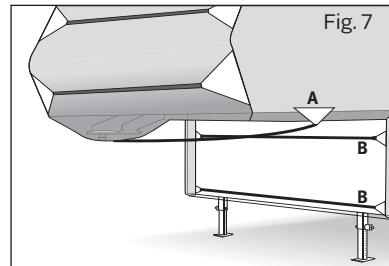

Fig. 7
If your Toy Hauler is a trailer type skip to step 5. If your Toy Hauler is a 5th wheel type, Unzip the second zipper from the front up to the bottom of the overhang on both sides. Buckle a strap to the upper tension panel (Fig. 7) (A) on the side of the overhang and bring it across to the other side and buckle. Repeat with the lower tension panels (Fig. 7) (B).
Si votre VR utilitaire sport est une remorque, passez directement à l'étape 5. Si votre VR utilitaire sport est une caravane à sellette, des deux côtés du véhicule, ouvrez la deuxième fermeture à glissière (à compter de l'avant) jusqu'au dessous de l'étage de la caravane qui fait saillie. Fixez une sangle au rabat de tension supérieur (voir Fig. 7) (A) situé sur le côté de l'étage de la caravane, et faites la passer jusqu'à l'autre côté du véhicule et accrochez-la. Répétez l'opération avec les rabats de tension inférieurs (voir Fig. 7) (B).
Si el transportador de juguetes es del tipo caravana, vaya al paso 5. Si el transportador de juguetes es del tipo de quinta rueda, abra la segunda cremallera desde el frente desde arriba hasta abajo del alero en ambos lados. Abroche una correa al panel de tensión superior (Fig. 7) (A) al lado del alero y llévela al otro lado y abróchela. Repita el procedimiento con los paneles de tensión inferiores (Fig. 7) (B).